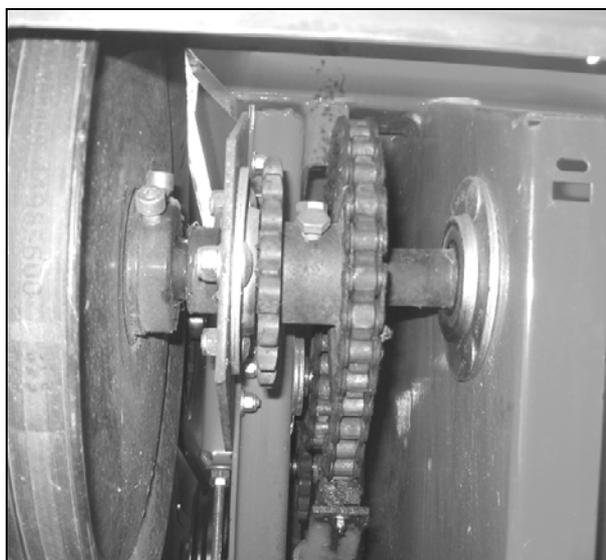

Рисунок 53
- На (Рис. 53) изображена звездочка для жатки со свободной подачей.